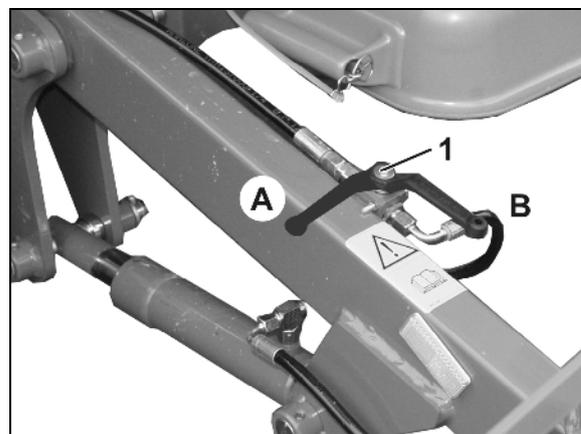

Fig. 119
7. Ajustar la llave de cierre (Fig. 119/1) en la posición **B**.